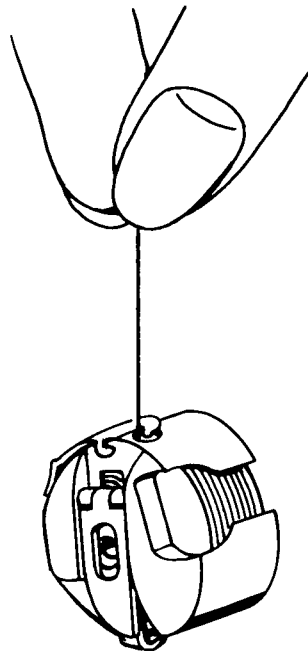

Fig. 24
- Bei ruckartigen Aufwärtsbewegungen der Hand, sollte jedoch ein stufenweiser Fadenabzug erfolgen (siehe Abb. 24).
- However when you jerk your hand upwards the thread should gradually be pulled through the tension (Fig. 24).
- Le fil devrait se dévider progressivement lorsqu'on exécute des mouvements saccadés de la main (voir fig. 24).